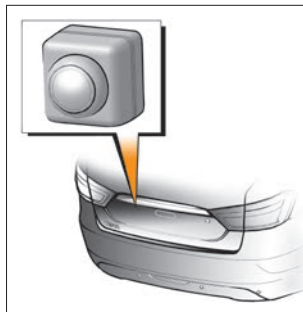
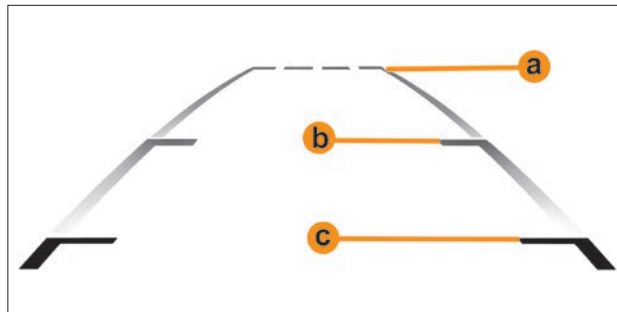

Рис. 1. Камера заднего вида
Рис. 2. Парковочный коридор камеры заднего вида
***В вариантном исполнении*** автомобиль оснащается камерой заднего вида (КЗВ) со статическими линиями\* на экране. КЗВ активируется при включении передачи заднего хода и формирует видеосигнал цветного изображения с парковочными линиями (рис. 2, линии с буквенным обозначением **a**, **b**, **c**)
для отображения обстановки сзади автомобиля. Сигнал с КЗВ отображается на дисплее мультимедийной системы (мультимедийная система должна быть включена). КЗВ установлена в накладке крышки багажника (рис. 1). Начальная ширина парковочного коридора (рис. 2) соответствует габаритным размерам автомобиля плюс 200 мм на каждую сторону.